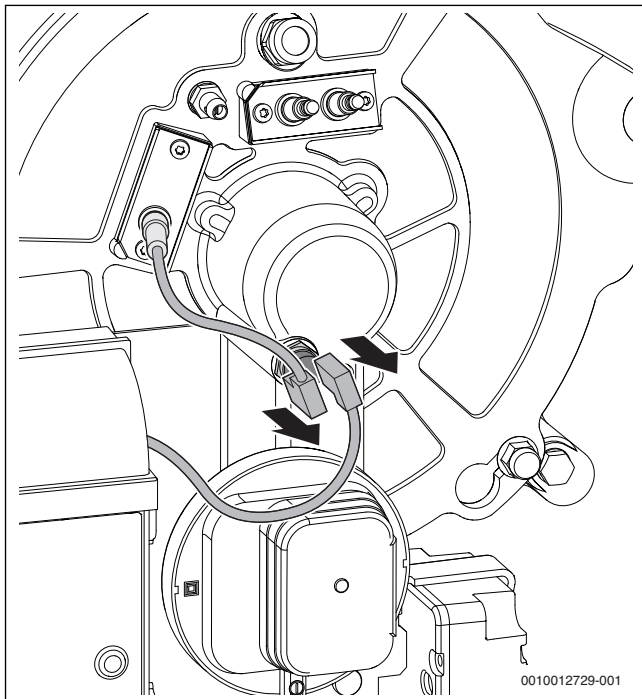

Bild 88 Stecker am Temperaturwächter abziehen
- Stecker am Temperaturwächter abziehen (→ Bild 88)